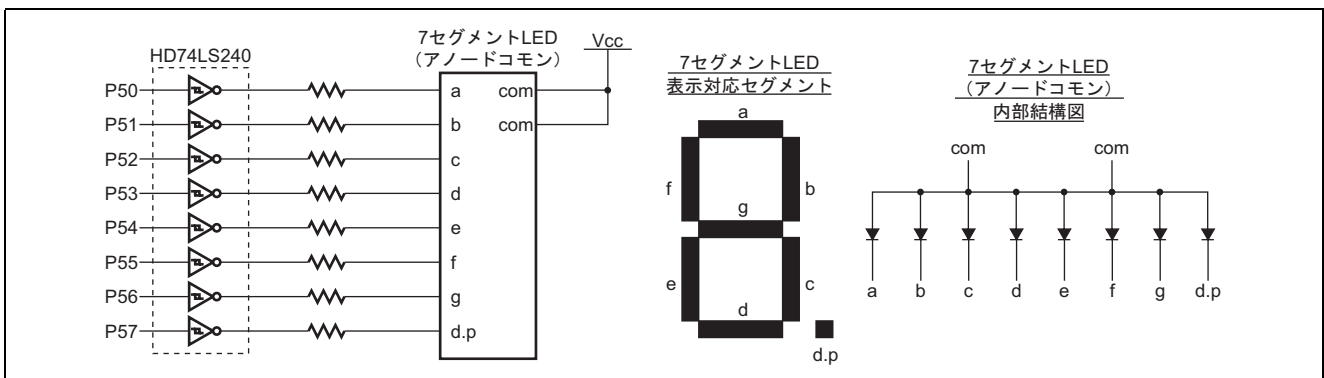

図 2.2 7セグメント LED 接続図および内部結線図
2. 使用する 7セグメント LED の接続図を図 2.2 に示します。図 2.2 に示すようにポート 5 から "High" を出力することにより対応する LED のセグメントが点灯します。またポート 5 出力と LED 表示データの関係を表 2.2 に示します。